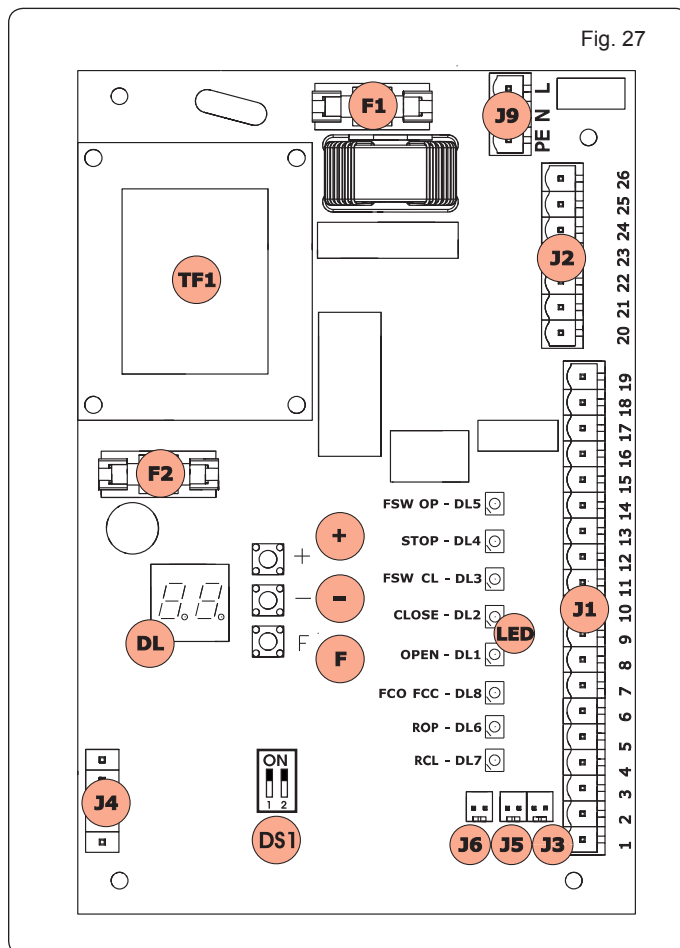

Fig. 27
**11.4.7 FREQUENCY SELECTOR DS1 (FIG. 27)**